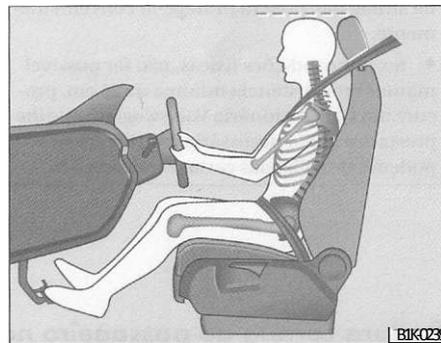

Fig. 2 Ajuste correto do apoio para cabeça do condutor
- Ajuste os apoios para cabeça, de forma que a parte superior do apoio fique no mesmo nível ou o mais próximo possível da parte mais alta da sua cabeça => fig. 2 => Página 8, "Regulagem correta dos apoios para cabeça".